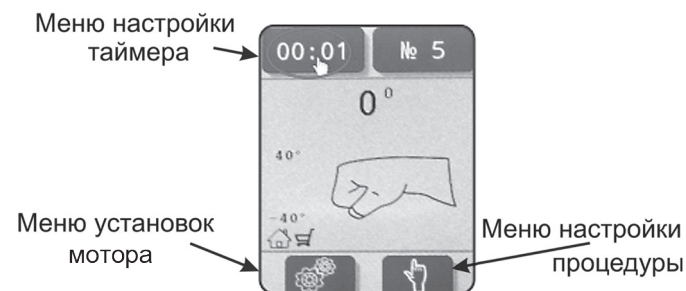
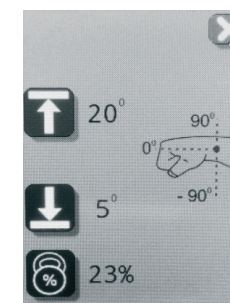

Рисунок 5.4 – Дисплей режима готовности
Рисунок 5.5 – Дисплей режима установок параметров мотора
5.2 Дисплей режима готовности (см. рис. 5.4):
5.3. Дисплей режима установок параметров механизма (см. рис. 5.5):
1. Подключите вилку сетевого кабеля (7) в розетку переменного тока 220В 50Гц с заземляющим контактом.
2. Включите Apparata с помощью выключателя «СЕТЬ» (6). После включения Apparata слышен звуковой сигнал, на дисплее появляется логотип производителя.
3. По окончании загрузки на дисплее отображается дисплей режима готовности (см. рис. 5.4).
После однократного нажатия любой кнопки Аппарат перейдет в режим «Пауза», о чем сообщит мигающая в зоне В пульта управления иконка . В данном режиме дисплей переходит в состояние и выбор меню (см. рис. 5.4): иконки панели становятся активными и появляется возможность оперативно изменить (скорректировать) режим работы аппарата.
Задание амплитуды движения (углов разгибания (супинации, девиации)/сгибания (пронации, девиации)) Амплитуда движения это рабочий диапазон, внутри которого происходит движение исполнительных механизмов каждого двигателя. Настраиваются крайние положения. Минимальные и максимальные значения индивидуальны для каждого пациента и режима работы. Шаг настройки - 1°. Настройка амплитуды может осуществляться двумя способами: 1. Аппарат находится в стационарном состоянии. Пользователь знает требуемый диапазон. 1.1. Для задания амплитуды движения для мотора необходимо зайти в меню установок мотора (рис.5.4). 1.2. С помощью кнопок , перевести курсор на символ и нажать кнопку (рис. 5.5). Задать требуемое верхнее значение диапазона для мотора (для увеличения угла нажмите кнопку , для уменьшения -). 1.3. Нажать кнопку для подтверждения заданного значения и выхода из меню задания верхнего значения диапазона. 1.4. С помощью кнопок , перевести курсор на символ и нажать кнопку (рис. 5.5). Задать требуемое нижнее значение диапазона для мотора. 1.5. Нажать кнопку для подтверждения заданного значения и выхода из меню задания нижнего значения диапазона. 1.6. С помощью кнопок , перевести курсор на символ , нажать на кнопку и выйти из меню настроек мотора. 2. Первичная настройка под пациента, выбор допустимых углов (активный поиск угла) Задание угла осуществляется последовательным движением в выбранную точку. ⚠ ВНИМАНИЕ! Для первичной настройки под пациента (задания амплитуды движения механизмов А и В) необходимо пациента разместить на аппарате и выполнить подстройку в соответствии с разделами 7.1-7.3 настоящего руководства. Для задания амплитуды движения необходимо: 2.1. Зайти в меню установок мотора (рис.5.4). 2.2. С помощью кнопок , перевести курсор на символ и нажать кнопку (рис. 5.5). Одновременно с удержанием кнопки , кнопками или , выставить верхнее значение диапазона, которое не будет вызывать болевых ощущений в суставе у пациента. 2.3. Нажать кнопку для подтверждения заданного значения и выхода из меню задания верхнего значения диапазона. На экране около символа появится записанное значение. 2.4. С помощью кнопок , перевести курсор на символ и нажать кнопку (рис. 5.5). Одновременно с удержанием кнопки , кнопками или выставить нижнее значение диапазона, которое не будет вызывать болевых ощущений в суставе у пациента.